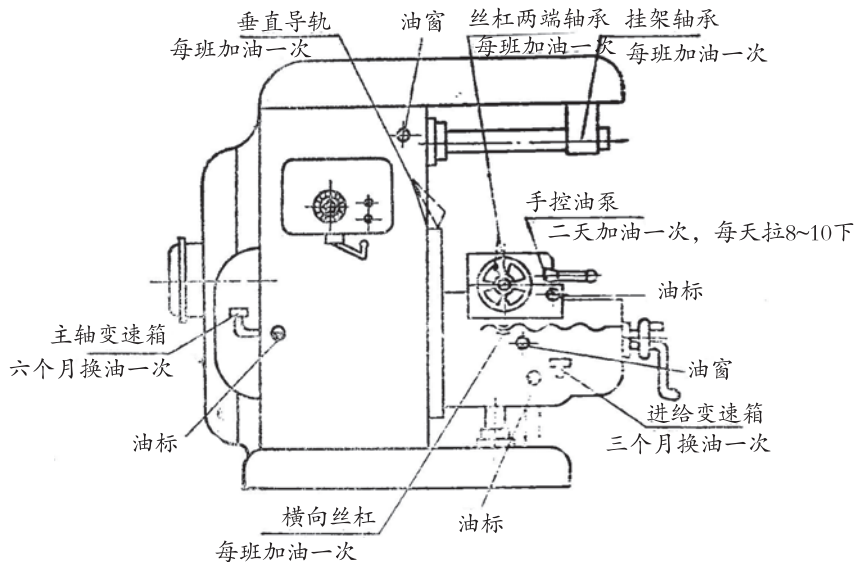

图2-45 X62W铣床润滑图
④X62W铣床的润滑。主轴变速箱、进给变速箱采用自动润滑，机床开动后，由指示器显示润滑情况。纵向工作台丝杠和螺母、导轨面、横向导轨等采用手拉油泵注油润滑。纵向工作台丝杠两端轴承、垂直导轨、挂架轴承采用油枪注油润滑（见图2-45）。